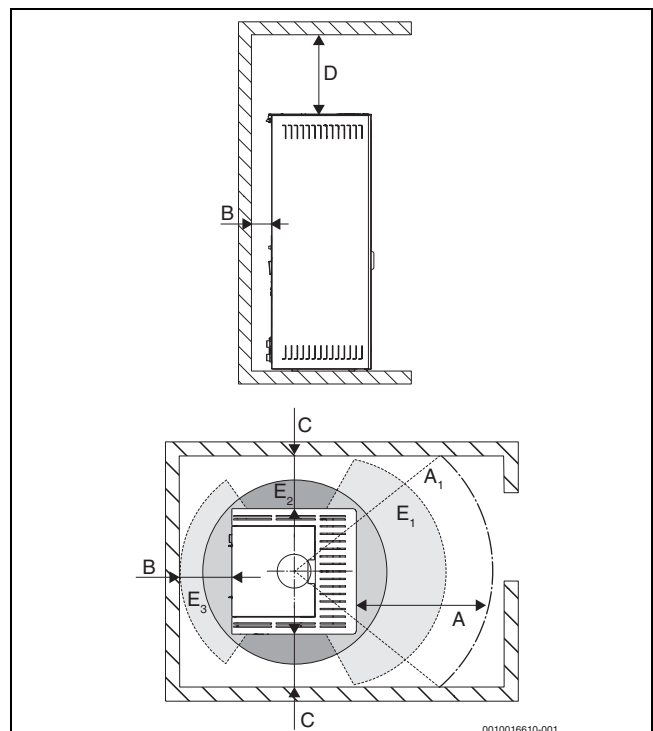

Bild 5 Mindestabstände
- Die Mindestabstände müssen eingehalten werden (→ Bild 5, Seite 10).